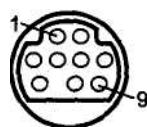

Рис. 8.4. Разъем Bus Mouse
*Bus Mouse* (шинная мышь) — вариант, применявшийся в первых мышах. Здесь мышь содержит только датчики и кнопки, а обработка их сигналов производится на специализированной плате адаптера (обычно ISA). Кабель 9-проводный, разъем специальный (рис. 8.4), хотя на первый взгляд и напоминающий разъем PS/2-Mouse. Главный недостаток такой системы заключается в том, что адаптер занимает слот системной шины, адреса ввода-вывода и линию запроса прерывания. Иногда встречались мультипортовые карты ISA (COM-, LPT- и GAME-пор-ты), на которых установлен и адаптер Bus Mouse. Поскольку компания Microsoft одна из первых выпустила такую мышь, снабдив ее своим логотипом, с понятием Bus Mouse иногда отождествляют и MS-Mouse, хотя последние могут иметь любой из трех видов интерфейсов.